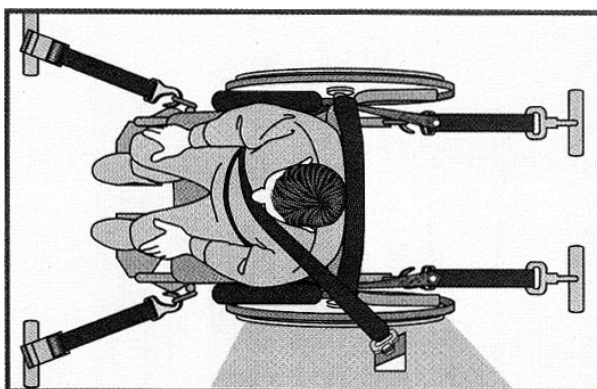

Figura 30
- I tipi di agganci utilizzabili con la carrozzina sono del tipo “Four-Point Tie-Down”, ovvero la carrozzina verrà agganciata all’interno del veicolo a motore in 4 punti, 2 anteriori, 2 posteriori, come si vede nella Figura 30.